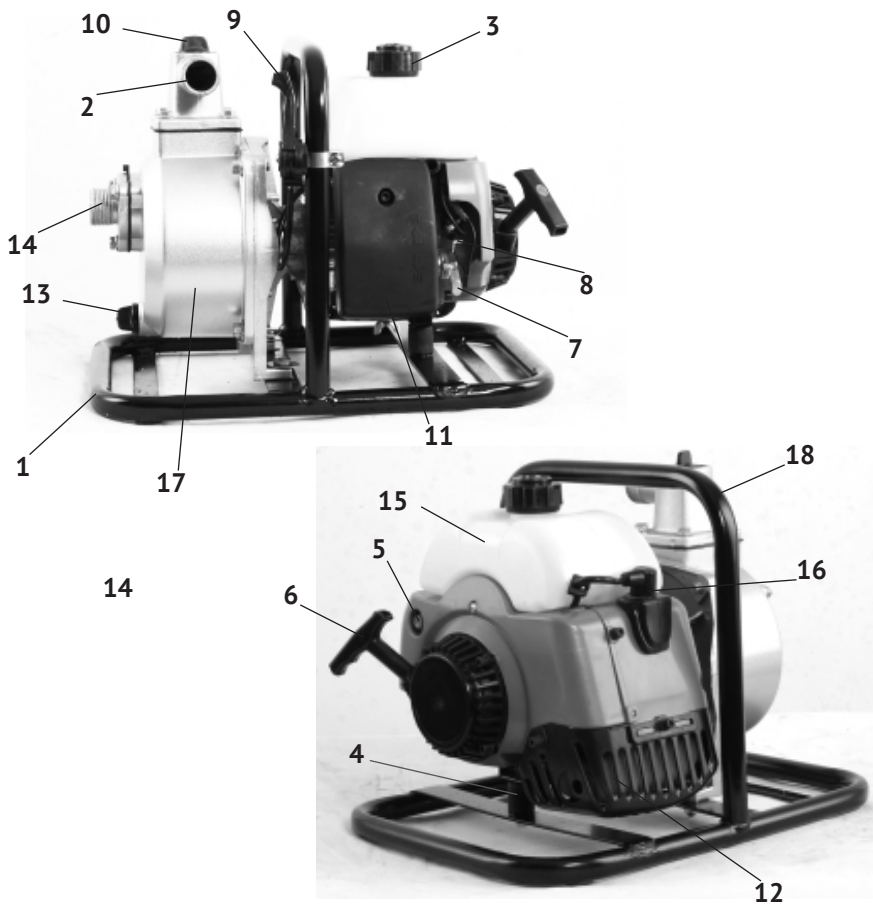

рис.1
2.4 Общий вид мотопомпы представлен на рис.1
Бензиновый двигатель, с горизонтальным расположением коленчатого вала, жёстко скреплён с корпусом (рис.1 поз.17) центробежного насоса. Двигатель мотопомпы закреплён на трубчатой раме (рис.1 поз.1) через виброгасящую подушку (рис.1 поз.4). За стойку рамы (рис.1 поз.18) удобно перемещать мотопомпу к месту работы. Органы управления: топливный кран (рис.1 поз.7), рычаг воздушной заслонки (рис.1 поз.8) кнопка выключателя зажигания (рис.1 поз.5) и рукоятка ручного стартера (рис.1 поз.6) расположены на двигателе. Рычаг дроссельной заслонки (рис.1 поз.9) закреплён на стойке рамы (рис.1 поз.18).
Открутите крышку (рис.1 поз.3) топливного бака (рис.1 поз.15). Заливайте топливо в бак не более чем на 1 см ниже уровня основания заливной горловины. Перед запуском двигателя тщательно протрите топливный бак, удалив возмож-
- установить на выпускной (рис.1 поз.2) и впускной (рис.1 поз.14) патрубки штуцера (рис.2 поз.2) крепления шлангов, надёжно закрепить их накидными гайками (рис.2 поз.3);
Установите раму (рис.1 поз.1) мотопомпы на ровной, твёрдой поверхности. Для надёжной работы двигателя угол наклона от горизонтали не должен превышать 10°.
- открыть пробку заливной горловины насоса (рис.1 поз.10);
- установить рычаг воздушной заслонки (рис.1 поз.8) в крайнее верхнее положение - „закрыто“ при пуске холодного двигателя, или в промежуточное положение при прогревом двигателя, открыть топливный кран (рис.1 поз.7);
- перевести рычаг управления дроссельной заслонкой (рис.1 поз.9) на 1/3 хода от положения «Минимум» к положению «Максимум»;
- выбрать свободный ход троса, преодолевая сопротивление компрессии, затем резко, с усилием вытянуть рукоятку стартера (рис.1 поз.6) на всю длину, для запуска двигателя. Повторить действие ещё раз, если двигатель не завёлся;
После прогрева двигателя в течение 10-40 секунд (в зависимости от начальной температуры), переведите рычаг воздушной заслонки (рис.1 поз.8) в крайнее нижнее положение - „открыто“.
Производительность насоса регулируется настройкой частоты оборотов двигателя. Перемещение рычага управления дроссельной заслонкой (рис.1 поз.9) в направлении «Максимум» - увеличивает производительность насоса, перемещение его в направлении «Минимум» уменьшает производительность.
- поставьте рычаг управления дроссельной заслонкой (рис.1 поз.9) в положение «Минимум»;
- нажмите кнопку выключателя зажигания (рис.1 поз.5) и удерживайте её до выключения двигателя, закройте топливный кран.
После окончания работы удалите пробку слива воды (рис.1 поз.13) и опорожните камеру насоса. Снимите пробку заливной горловины (рис.1 поз.10) и промойте насос чистой свежей водой. Дайте воде стечь из камеры насоса, а затем установите обратно пробку заливной горловины и пробку слива воды.